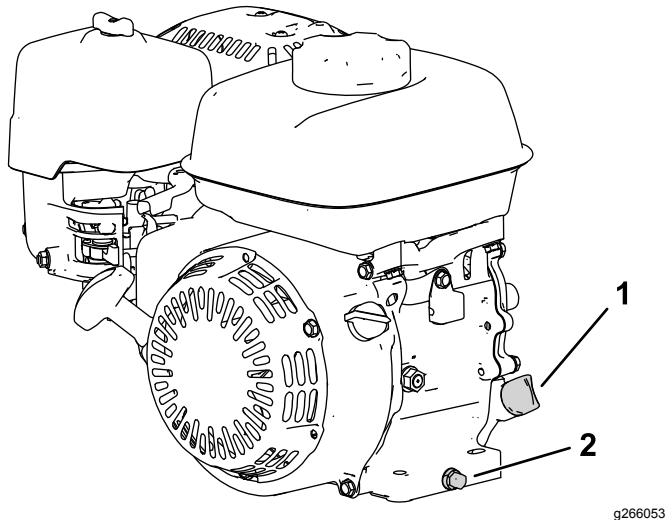

Bild 27
- Stellen Sie die Maschine so, dass der Motor eben steht, und reinigen Sie dann den Bereich um das Ölfüllrohr (Bild 27).
3. Entfernen Sie die Ablassschraube, die Unterlegscheibe und den Peilstab (Bild 27).